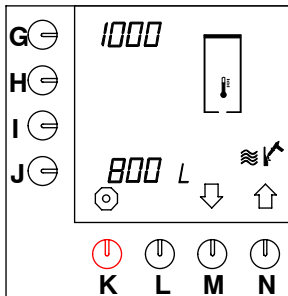

Fig. 52 Segnale di disincrostazione dell'impianto dell'acqua calda
- Il segnale di disincrostazione per l'impianto dell'acqua calda è impostato sempre su 1000 litri; vedere la posizione accanto al tasto di selezione (G.) nella fig. 52 .
- Premere il tasto di selezione (M.)↓ fino a che sullo schermo viene visualizzato quanto illustrato nella fig. 52 .